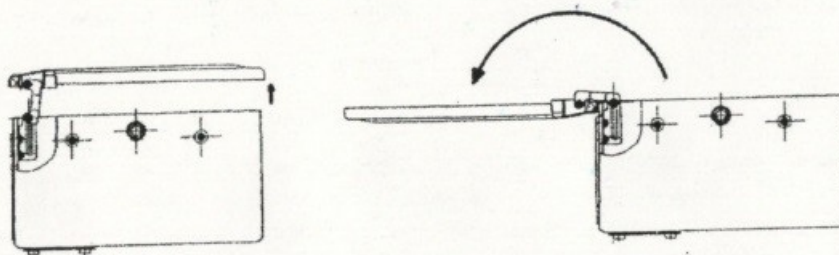

Рис. 6
4.1. Для открытия крышки открутить винты запорных устройств ключом до упора. Крышку приподнять и повернуть на 180° (см. рис. 6).